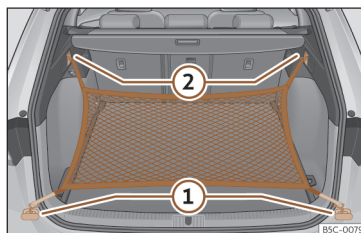

**Fig. 195** Na bagageira: argolas ① e ganchos ② para fixar o saco de rede.
- Fixe os ganchos curtos da rede nas argolas de fixação >>> **Fig. 195** ① >>> . O fecho de correr do saco deve ficar voltado para cima.
- Fixe as fitas nos ganchos para prender sacos ②.